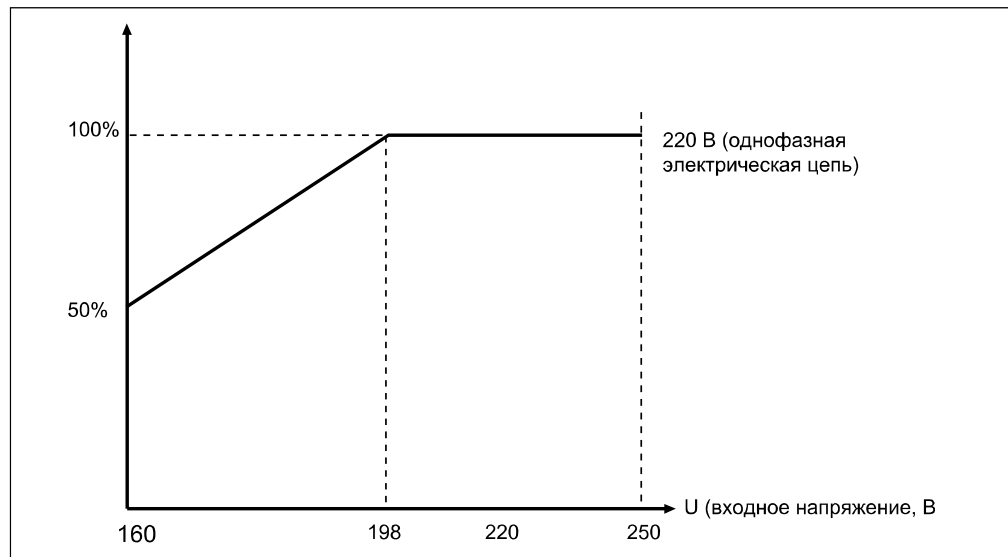

Рисунок 1
4. Если сетевое напряжение ниже 198 В (регулятор напряжения трехфазного тока воспринимает фазное напряжение в качестве опорного напряжения), то см. рис.1: используйте его посредством снижения мощности в соответствии с кривой выходной мощности.
6. Если регулятор напряжения должен быть выключен, то сначала необходимо выключить присоединенное к нему оборудование с помощью выключателя питания оборудования, а затем выключить регулятор напряжения с помощью “Размыкатель цепи” (1). Не используйте выключатель питания регулятора в качестве выключателя оборудования.
8. Если селекторный переключатель времени задержки (2) находится в «выступающем» положении, то стабилизатор работает с длительной задержкой. Через 5±2 мин. после включения питания стабилизатор начинает производить мощность. В режиме защиты от повышенного или низкого напряжения стабилизатору также требуется 5±2 мин, чтобы вернуться к нормальному выходному напряжению после возврата входного напряжения к нормальному значению (см. рисунок справа).